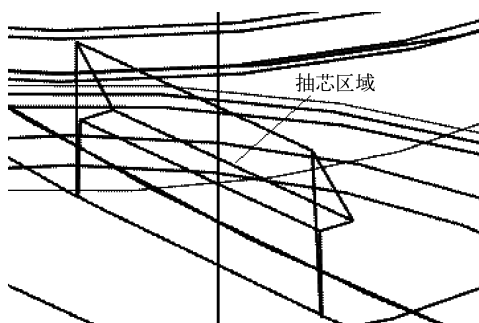

图 8-91 放大抽芯区域
(2) 如图 8-91 所示，放大产品要抽芯的区域，主要是找到这个三角突出部。